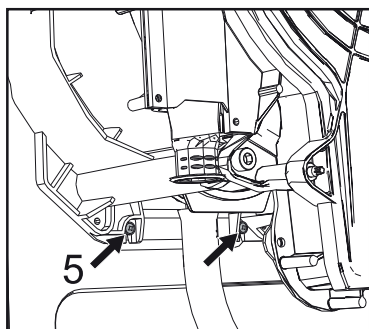

fig. 74 -
- Allentare le 2 viti inferiori "5" di fissaggio scambiatore al telaio ("fig. 74 -")